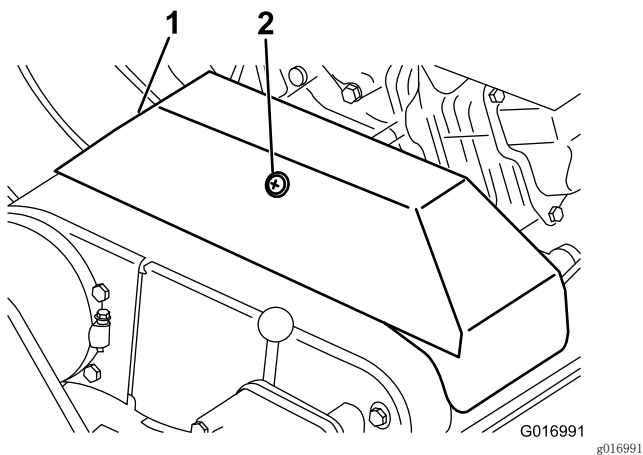

图46
- 松开固定 V 形皮带罩的卡环，并将皮带罩旋开（图46）。
2. 松开固定 V 形皮带罩的卡环，并将皮带罩旋开（图46）。